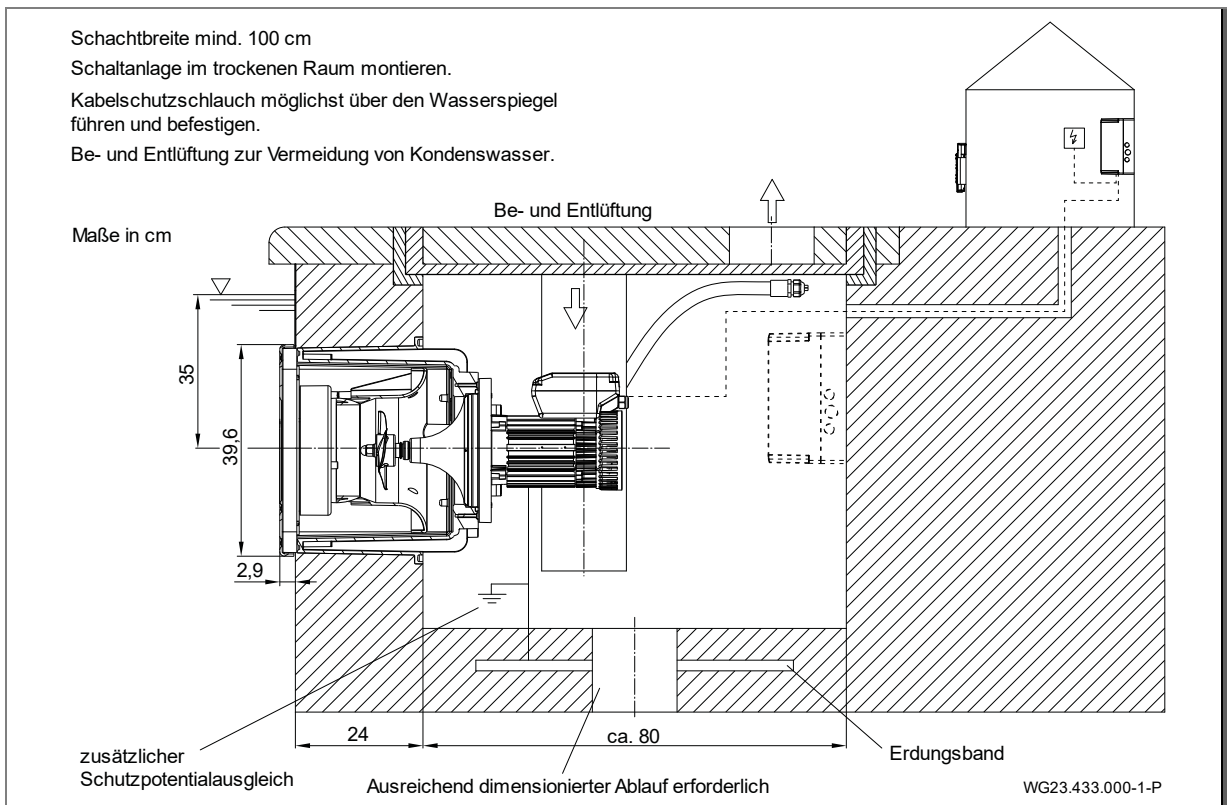

Abb. 17
1. Anschlussstutzen (d, (Abb. 17)) am Kunststoffgehäuse (1) und die Anschlussbuchse vom Kabelschutzschlauch (12) mit PVC-U/ABS-Reiniger entfetten.
Die Unterbringung der Anlage hat in einem Schacht, der am Beckenrand angrenzt, zu erfolgen. Im Aufstellungsraum müssen eine einwandfreie Be- und Entlüftung und ein ausreichender Bodenablauf vorhanden sein. Eine Befestigungsmöglichkeit für den Kabelschutzschlauch (möglichst oberhalb Wasserniveau) muss gegeben sein. Im Schacht muss ein Anschluss für einen Potentialausgleich vorhanden sein. Siehe "Abb. 17" auf Seite 20.